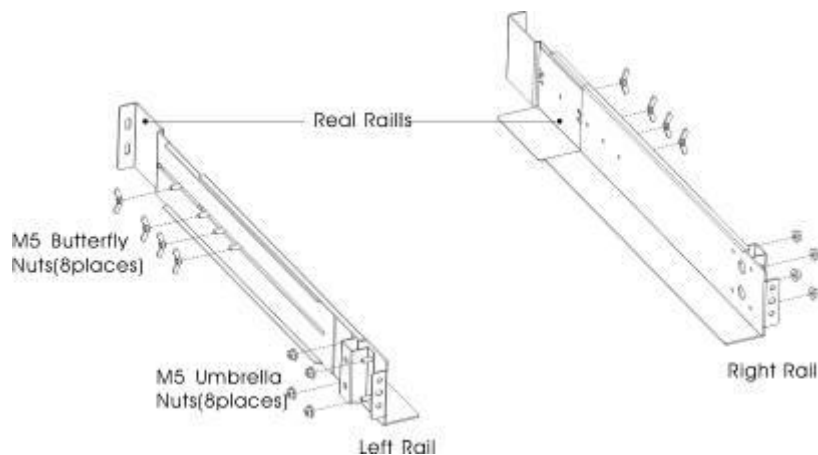

Рисунок 1 Закріплення рейок
- в) Затягніть чотири гвинти з плоско-опуклою головкою М5 збоку направляючих в зборі (див. Рисунок 1).